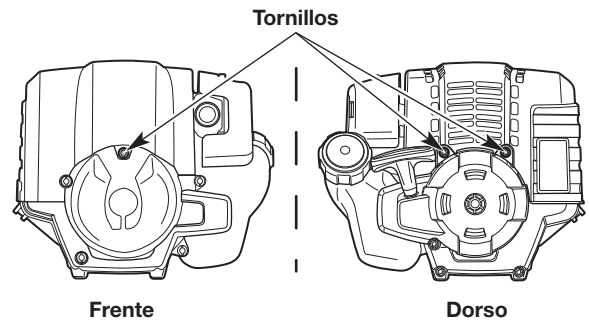

Fig. 34
2. Extraiga los tres (3) tornillos de la tapa del motor con un destornillador de cabeza plana o un destornillador T-25 Torx (Fig. 34). Extraiga la tapa del motor.